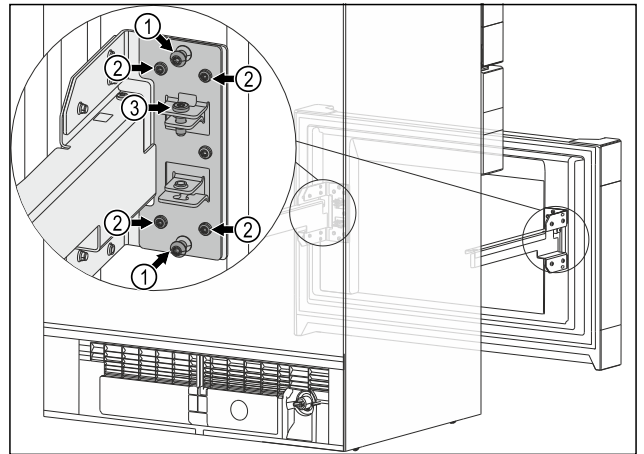

Fig. 14
- ▶ 移除两个中间螺栓 Fig. 14 (1)。
- ▶ 松开所有四个螺栓 Fig. 14 (2)。
- ▶ 已到达拉出式滑架的末端位置：拧紧所有四个螺栓 Fig. 14 (2)。
- ▶ 不再需要中间螺栓 Fig. 14 (1)。